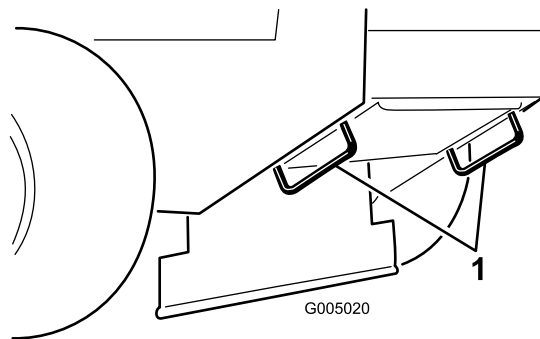

Figura 10
5. Utilizzate gli anelli di ancoraggio metallici sulla macchina per fissare saldamente la macchina al rimorchio o all'autocarro per mezzo di cinghie, catene, cavi o corde (Figura 10).